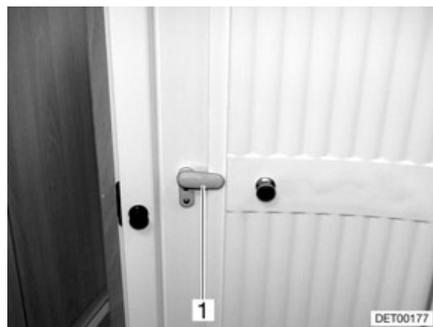

Fig. 247 Inodoro Vario, puerta del lavabo
- Colocar el pestillo (Fig. 247,1) de la puerta del lavabo en posición vertical y extender la parte interior de la puerta.
- Girar la parte interior hacia la puerta de entrada del lavabo y, para cerrar, colocar el pestillo (Fig. 247,1) en posición horizontal.